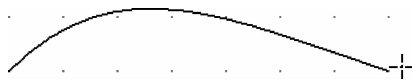

图 6-98 确定一段贝塞尔曲线
- 2) 继续移动鼠标，曲线将随光标的移动而变化，单击鼠标，确定此段贝塞尔曲线，如图 6-98 所示。